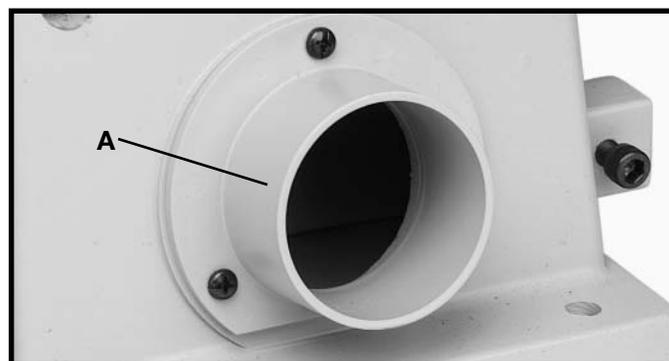

Fig. 38
La goulotte à poussière (A) fig. 38, est fournie avec la ponceuse et peut être facilement raccordée à un tuyau d'aspirateur d'atelier standard. Le diamètre extérieur de l'ouverture de la goulotte à poussière est de 2-1/2 pouces.